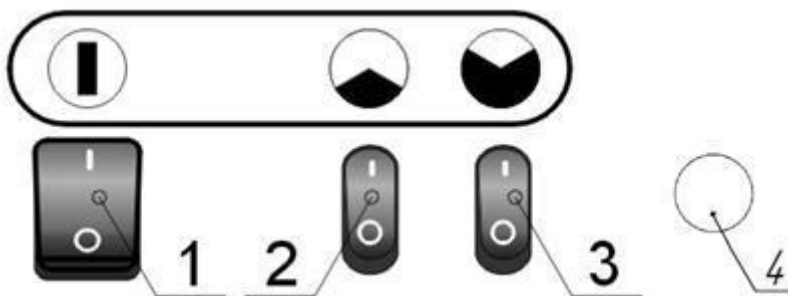

Рис.2. Пульт управления
Наружный корпус закрыт решетками входной поз. 3 и выходной поз. 4 и своими шарнирами устанавливается на ручке-ножке поз. 5 и имеет возможность поворота в вертикальной плоскости. Угол поворота фиксируется барашками поз. 6. На планке кнопок управления поз. 2 расположены выключатель сетевой поз. 1 (рис.2) и выключатели нагревателей поз. 2 и 3 (рис. 2).
7.1.1 Для включения тепловентилятора в режим вентиляции необходимо включить сетевой выключатель (поз.1 рис.2) в положение “  ”, при этом включается подсветка клавиши и включается вентилятор.
Для работы в режиме 1 с мощностью 2,0 кВт включить клавишу поз.2 (рис.2) в положение “  ” при этом включается подсветка клавиши, и тепловентилятор работает с мощностью 2,0 кВт на одном нагревателе (  ).
Для работы в режиме 2 установить клавиши 2 и 3 (рис.2) в положение “  ”. При этом горит подсветка всех клавиш и тепловентилятор работает с полной мощностью 6,0 кВт (  ).